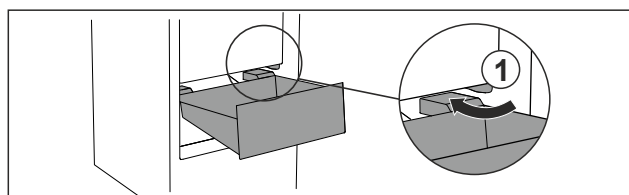

Fig. 27
- ▶ Poprowadzić szufladę ukośnie wokół stoperów Fig. 27 (1).